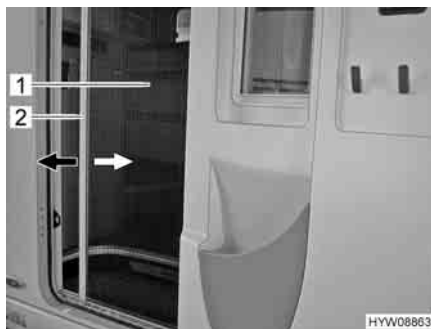

Fig. 46 Protezione contro gli insetti
- Afferrare la barra di presa (Fig. 46,2) con entrambe le mani ed estrarre con movimento uniforme la protezione contro gli insetti (Fig. 46,1) dall'alloggiamento della porta.
- Afferrare la barra di presa (Fig. 46,2) con entrambe le mani e spingere la protezione contro gli insetti (Fig. 46,1) nell'alloggiamento della porta esercitando una leggera pressione.